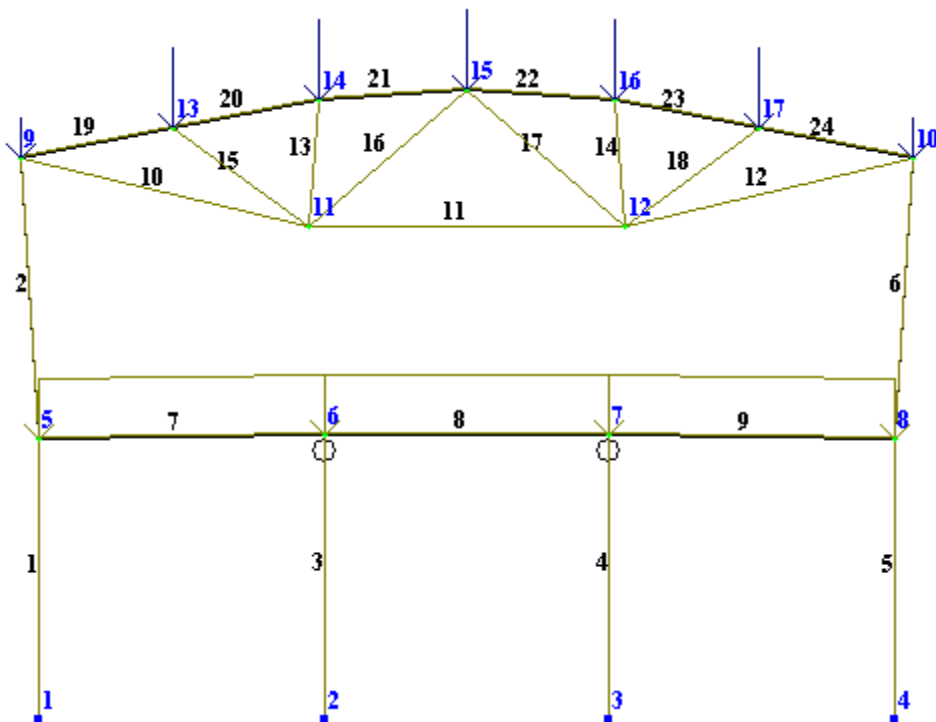

Рис.3.31. Расчетная схема с учетом перемещений узлов
- В режиме просмотра результатов расчета по умолчанию расчетная схема отображается с учетом перемещений узлов (рис.3.31). Для отображения схемы без учета перемещений узлов щелкните по